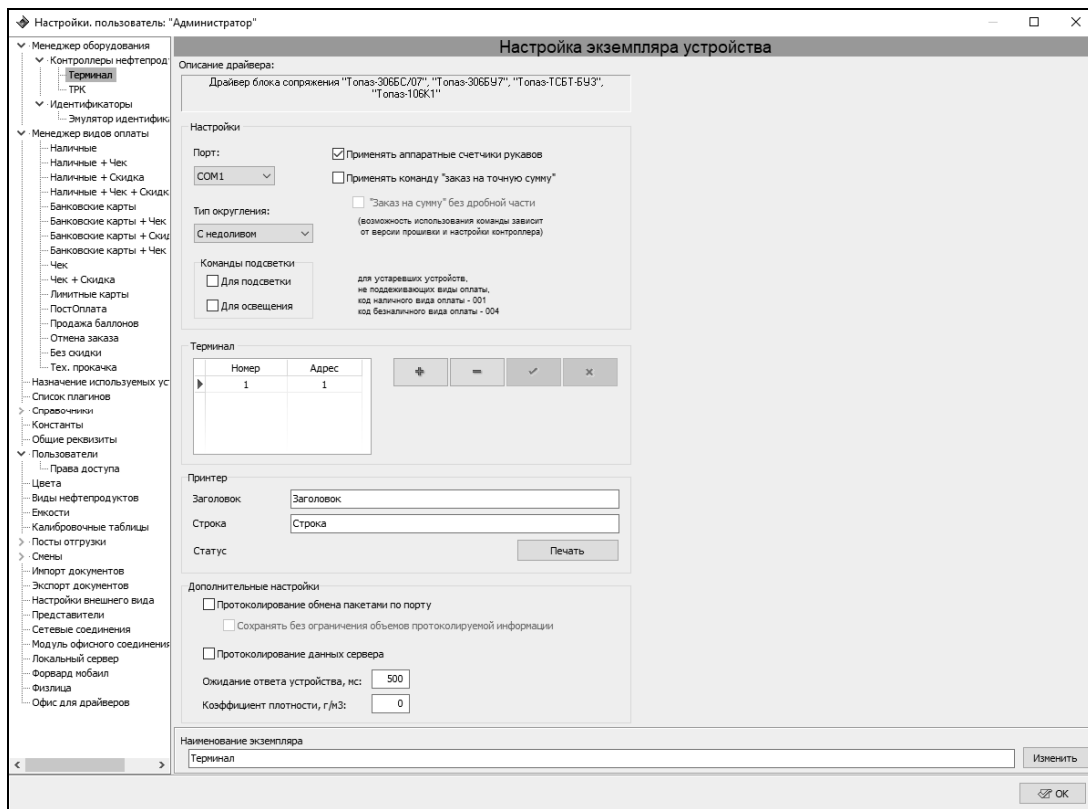

Рисунок 3
- в настройках ПО "Топаз-АЗС" (рисунок 3) в пункте "Модуль офисного соединения" установить галку "Использовать сервер офиса". В поле "Офисный сервер" указать IP-адрес ПК (ВПК), на котором установлено ПО "Топаз-Офис" (если установлено на одном ПК (ВПК) с "Топаз-АЗС", ввести "127.0.0.1"). Заводское значение порта сервера – "3003";